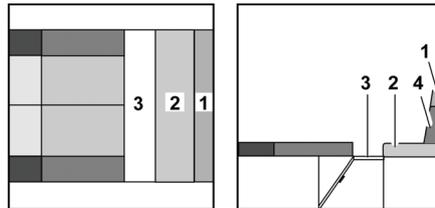

Bild 148 Während des Umbaus
- Lattenrost (Bild 148,3) ausziehen.
- Das Zusatzpolster (Bild 149,1) vom Rückenpolster (Bild 148,4) abziehen. Das Zusatzpolster ist am Rückenpolster mit Klettband befestigt und kann leicht abgetrennt werden.